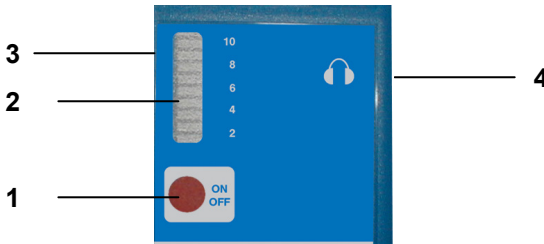

Figure 1 : Éléments de commande UL 23
- Mettez le câble de l'écouteur dans la prise de l'écouteur (Fig. 1, pièce 4).
Connectez l'écouteur à la prise de l'écouteur (pièce 4, figure 1) de l' UL 23 pour écouter le signal ultrason (prise de l'écouteur 4, figure 1). Ajustez le volume avec le réglage intégré dans le câble.